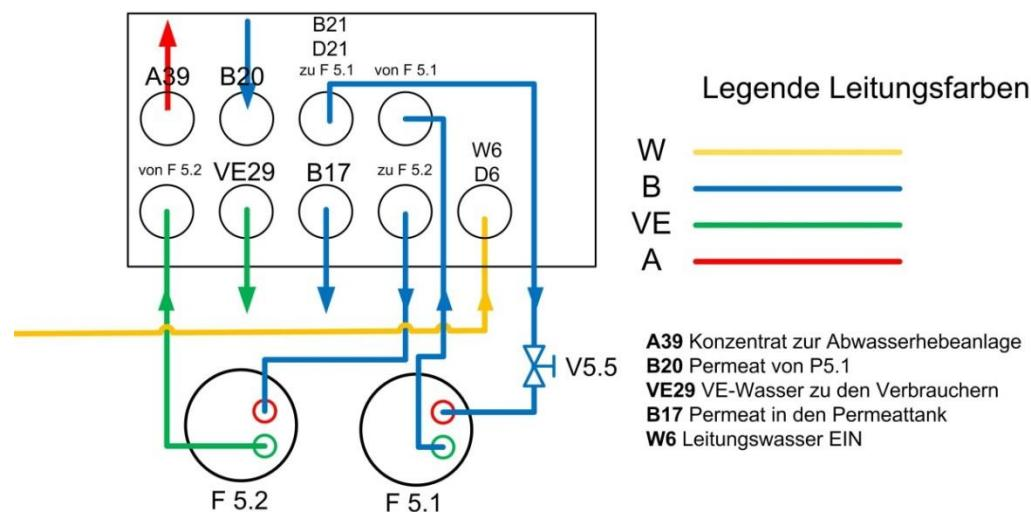

Abb. 8: Anschlusschema Ionenaustauscher in Betrieb
- ♦ Schließen Sie alle Schläuche von und zu den Ionenaustauschern gemäß Anschlusschema (siehe Abb. 8:) an. Die Ionenaustauscher bleiben in den Stapelbehältern stehen, bis die VE-Wasserleitungen angeschlossen sind und die Nachentlüftung der Ionenaustauscher durchgeführt werden kann.